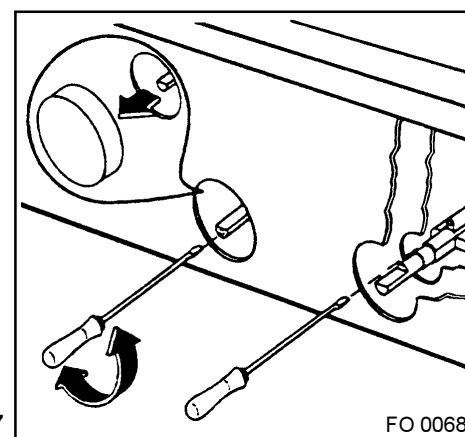

Fig. 17
4. Agite con un cacciavite a lama sottile sullo spillo by-pass posto lateralmente all'asta del rubinetto o all'interno della stessa (vedi fig. 17).